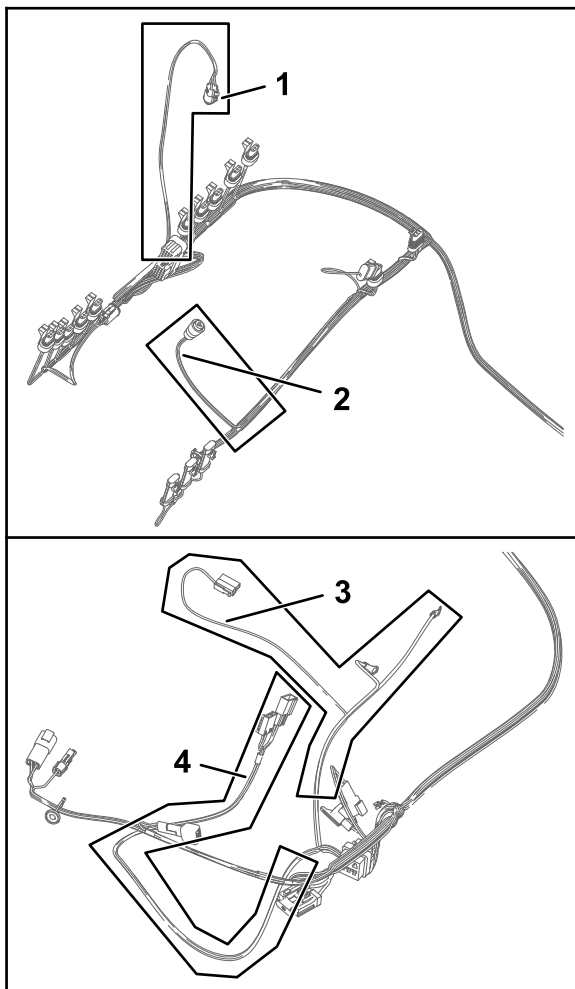

Figura 77
1. Localice el rama de 84 cm del arnés de cables, la rama de 60 cm del arnés de cables y la rama de 66 cm del arnés de cables del arnés de cables del kit (Figura 76 y Figura 77).